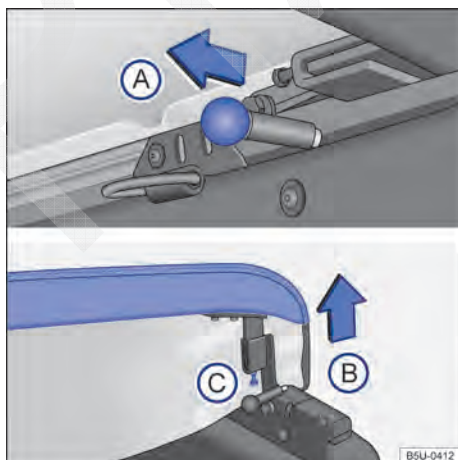
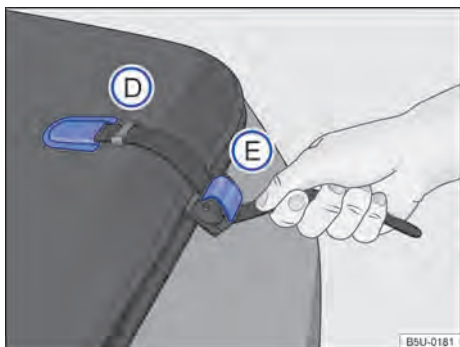

Fig. 67 Travas e parafuso de ajuste do esticamento da capota marítima.
Fig. 68 Fixação da capota marítima.
- Deslocar o pino de travamento → Fig. 67 (A) no sentido da seta, em ambos os lados, simultaneamente.
- Levantar a extremidade da capota no sentido da seta (B).
- Para ajustar o esticamento, soltar a porca e apertar o parafuso ou soltar o parafuso (C), até atingir o esticamento desejado.
- Retirar a extremidade da cinta do alojamento → Fig. 68 (D), nas laterais da capota marítima, e forçar a cinta para baixo, para desbloquear a trava (E).
- Inserir a extremidade das cintas no alojamento (D), para facilitar o recolhimento da capota marítima.